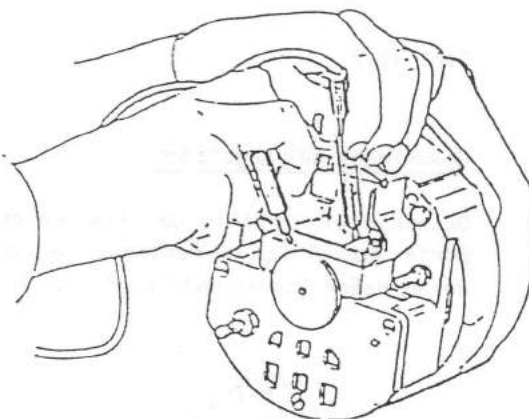

Fig. 10.14
- 3.- Conecte un ohmetro entre uno de los anillos rozantes y un punto de masa del alternador. El valor registrado por el ohmetro debe ser cero. Si el ohmetro registra alguna lectura es señal que el aislamiento está defectuoso. (Fig. 10.14)